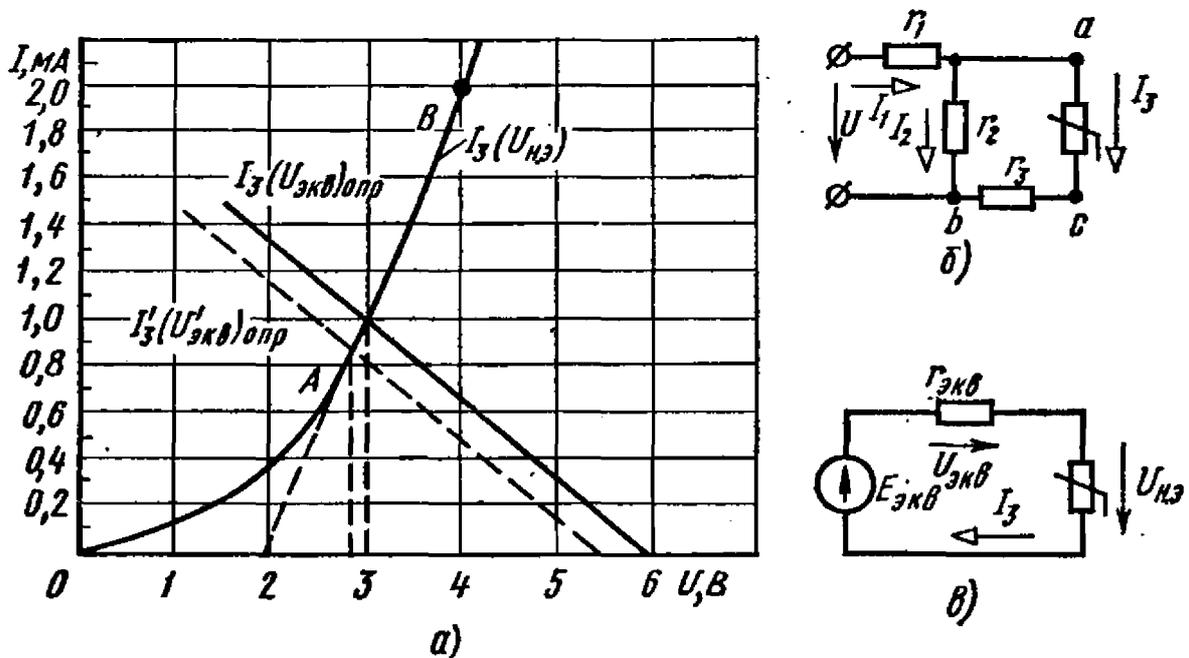

Рис. 2.13
2.13. Определить ток I_3 цепи (рис. 2.13, б) с нелинейным элементом, а.в.х. которого $I_3(U_{\text{н.э.}})$ задана на рис. 2.13, а. Сопротивления элементов цепи и напряжение на ее входе равны: $r_1 = r_2 = 4$ кОм, $r_3 = 1$ кОм и $U = 12$ В.
и составляем схему рис. 2.13, в.
Для определения тока I_3 на рис. 2.13, а строим опрокинутую характеристику $I_3(U_{\text{экв}})_{\text{опр}}$ и находим координаты точки пересечения ее с характеристикой $I_3(U_{\text{н.э.}})$: $I_3 = 1$ мА и $U_{\text{н.э.}} = 3$ В.
Возвращаясь к исходной схеме рис. 2.13, б, находим напряжение и ток участка с сопротивлением r_2 :
2.14. Как изменится ток I_2 цепи (рис. 2.13, б), если напряжение на входе снизить на $\Delta U = 1 \text{ В}$?
Проводя прямую $I'_3 (U'_{эқв})_{опр}$, проходящую через точку $U = U'_{асх} = 5,5 \text{ В}$ на осях координат (рис. 2.13, а), находим $I'_3 = 0,88 \text{ мА}$ и $U'_{н.э} = 2,85 \text{ В}$.
Решение. Заменяем участок AB характеристики нелинейного элемента $I_3 (U_{н.э})$ прямой линией, продолжив ее до пересечения с осью абсцисс в точке $E_\phi = U_0 = 2 \text{ В}$ (рис. 2.13, а). Начальные и конечные точки A и B прямолинейного участка кривой характеризуются следующими напряжениями и токами: $U_A = 2,7 \text{ В}$, $U_B = 4 \text{ В}$, $I_A = 0,7 \text{ мА}$, $I_B = 2 \text{ мА}$.